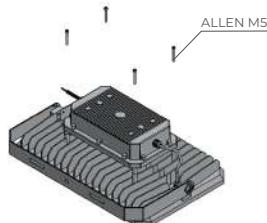

Figura 05
- Retire os parafusos que fixam o alojamento da fonte de alimentação utilizando uma chave Allen M5. Ver figura 05.